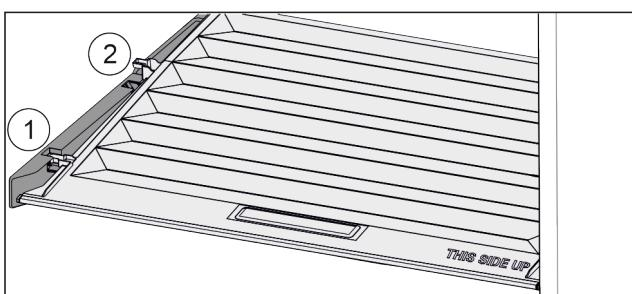

Fig. 25
- Потянуть крышку до отверстия в поддерживающих деталях вперед Fig. 25 (1).
- Поднять сзади снизу и извлечь Fig. 25 (2) движением верх.